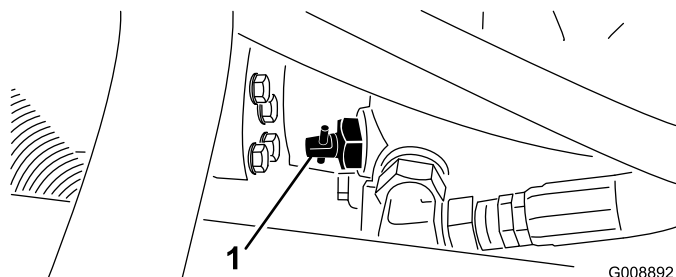

図 42
1. 油圧ポンプについているバイパスバルブ（図 42）を90° 回転させる。